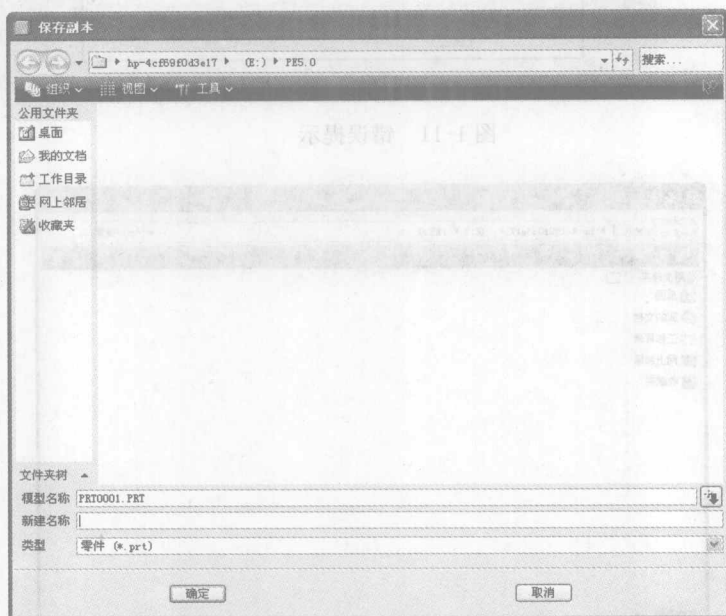

图 1-10 “保存副本”对话框
(1) 单击“文件”→“保存副本”，打开如图 1-10 所示“保存副本”对话框。在“模型名称”框中出现活动模型的名称。也可以单击  按钮选取其他模型。